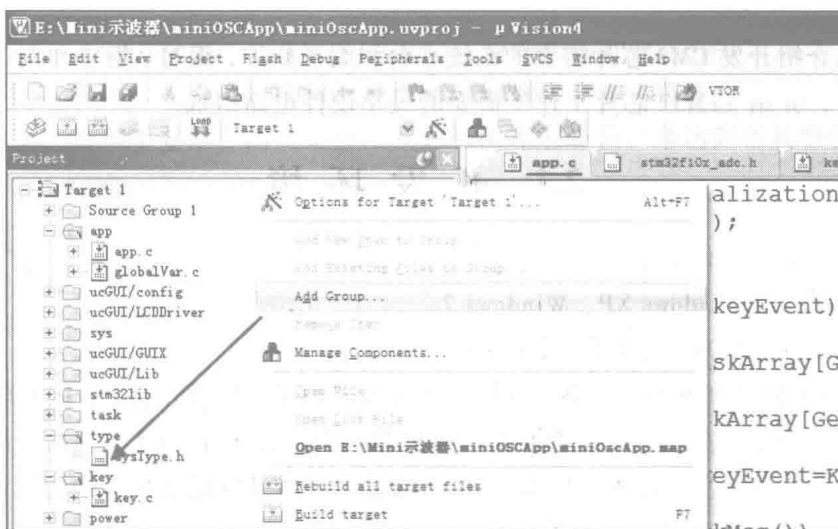

图 2.2 增加 Group
(2) 增加一个组 (Group)，如图 2.2 所示。增加 Group 的作用是将工程中不同功能模块的代码文件分类排放，代码控制起来更加方便。